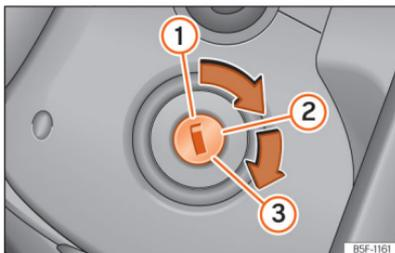

Fig. 82 Fechadura da ignição
- Rode a chave para a posição **>>>** **Fig. 82** **②**.
- Continue a rodar a chave para a posição **>>>** **Fig. 82** **③** sem pressionar o acelerador.
- Quando o motor arrancar, solte a chave. Ao soltá-la, a chave volta para a posição **②**.
- *Veículos com fechadura da ignição:* Rode a chave até à posição >>> **Fig. 82** .
- *Veículos com botão de arranque:* Pressione brevemente o botão de arranque >>> **Fig. 82**.